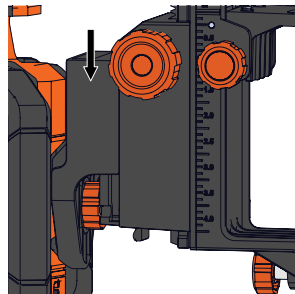

Figure 31
4. Une fois le laser fixé, faites glisser le support du laser sur le support du rail jusqu'à ce qu'il s'enclenche. (Figure 31)